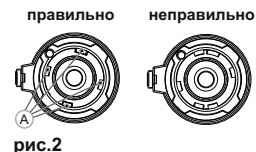

рис.2
- Убедитесь в том, что выступы (А) окуляра насадки находятся над нижними выступами (рис. 2).